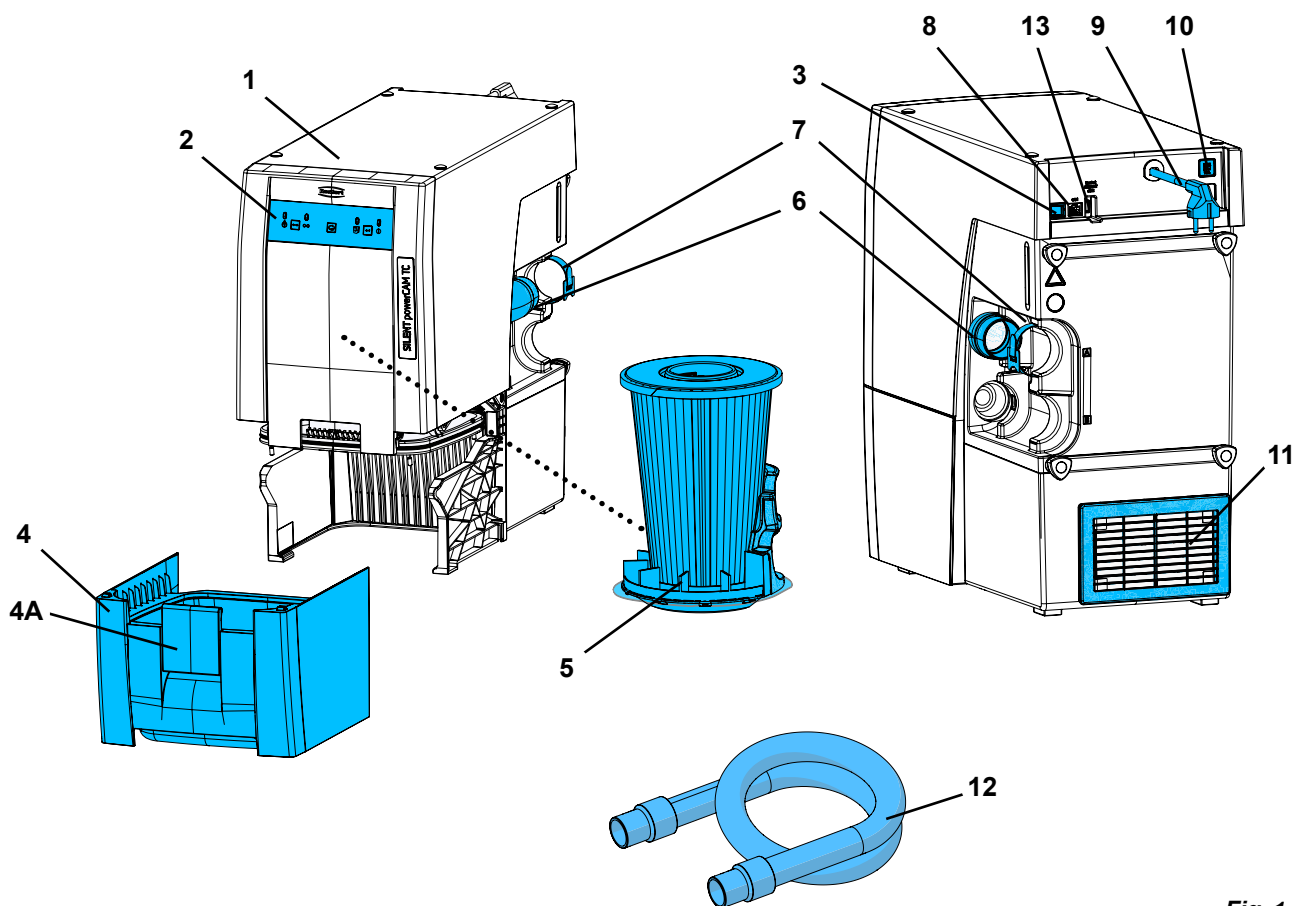

Fig. 1
- a exaustão de ar (11, Fig. 1) não fique obstruída.
- Conduza externa de exaustão (A) (ver cap. 4.6).
- Abertura na parede do armário (B), no mín. 250 x 120 mm, diretamente à frente da exaustão de ar (11, Fig. 1).
- Remover a parede posterior do armário (C), distância das costas do armário em relação à parede: no mín. 50 mm.
⇒ Desligue o equipamento no interruptor Lig/Desl (3, Fig. 1).
⇒ Desenrole o cabo de rede (9, Fig. 1) e insira o plugue em uma tomada da instalação elétrica do edifício.